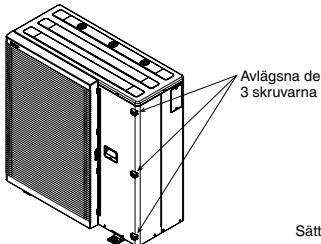

Bild 6-1
- Ta bort de 3 skruvarna som sitter fast på skäpets frontplåt. (Bild 6-1)